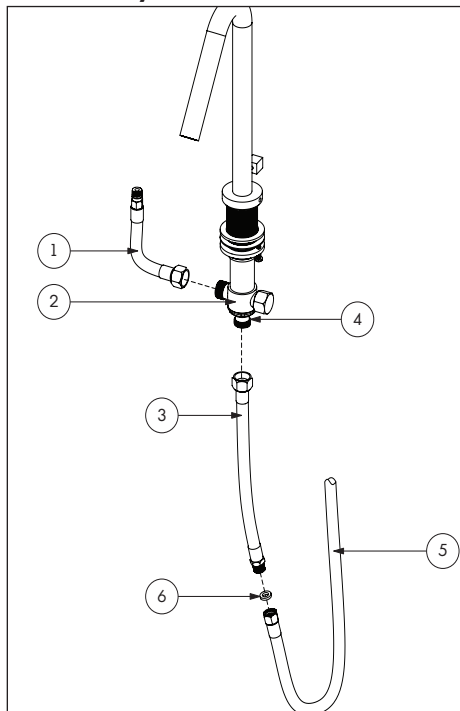

Fig.5
Screw the spout hose (1) to the "T" joint of the faucet base (2). Screw the hose extension of the handshower (3) at the base of the faucet (4). Place the washer (6), then connect the hose extension (3) to the handshower hose (5). Fig. 5
Visser le boyau (1) au "T" joint de la base du robinet (2). Visser l'extension du boyau de la douchette (3) à la base du robinet (4). Placer la rondelle (6), ensuite connecter l'extension de boyau (3) sur le boyau de la douchette (5). Fig. 5.